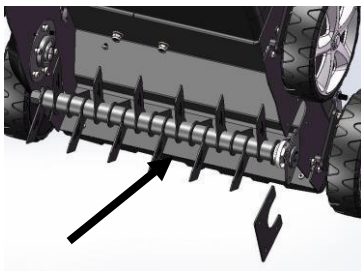

Abb.11C
- Heben Sie die Walze an und ziehen Sie sie in die Richtung der Pfeile heraus. (Abb.11C)
- Schieben Sie die neue Walze in die Richtung der Pfeile, stecken Sie die Welle in den Innensechskant und drücken Sie die andere Seite in den Halter. (Abb.11C/ Abb.11D/ Abb.11E).